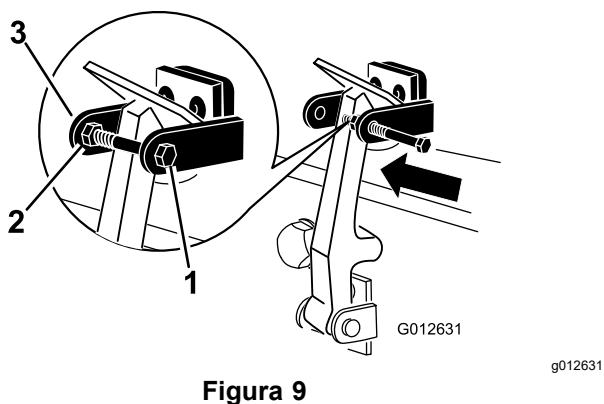

Figura 9
8. Montate il bullone nell'altro braccio della staffa del fermo del cofano per bloccare il fermo in posizione (Figura 9). Serrate il bullone ma non serrate il dado.